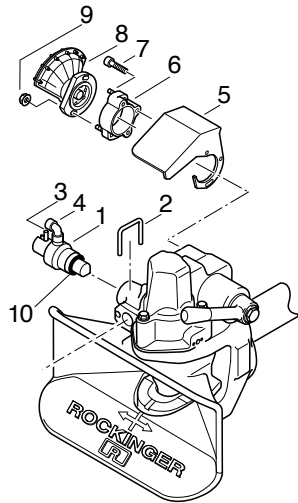

Abb. 2
1.2 Sicherung (Abb. 2)
- Knebelgriff (3) nach außen ziehen: Bewegung muß in beiden Richtungen leichtgängig sein
- Beide Enden des Sicherungsbügels (2) mit geeignetem Werkzeug nach innen biegen.
1.3 Abweisblech und Adapter (Abb. 2)
- Abweisblech (5) und Adapter (6) mit 3 Innensechskantschrauben (7) M 8 x 35 – 8.8 DIN 912 am Automatikgehäuse befestigen: Anziehdrehmoment **36 Nm**
- Schwenkantrieb (**8**) auf den Adapter (**6**) aufsetzen (s. Abb. 2): Die Stecknuss muß auf die Handhebelachse passen, ohne sie verdrehen zu müssen.
- Knebelgriff (**3**) an der Sicherung (**1**) (s. Abb. 2) ziehen und festhalten
- Kupplung mit dem Handhebel (**10**) öffnen, Knebelgriff (**3**) loslassen: Fangmaul muss arretieren (s. Abb. 2)
Knebelgriff (**3**) an der Sicherung (**1**) (s. Abb. 2/3) ziehen und loslassen: